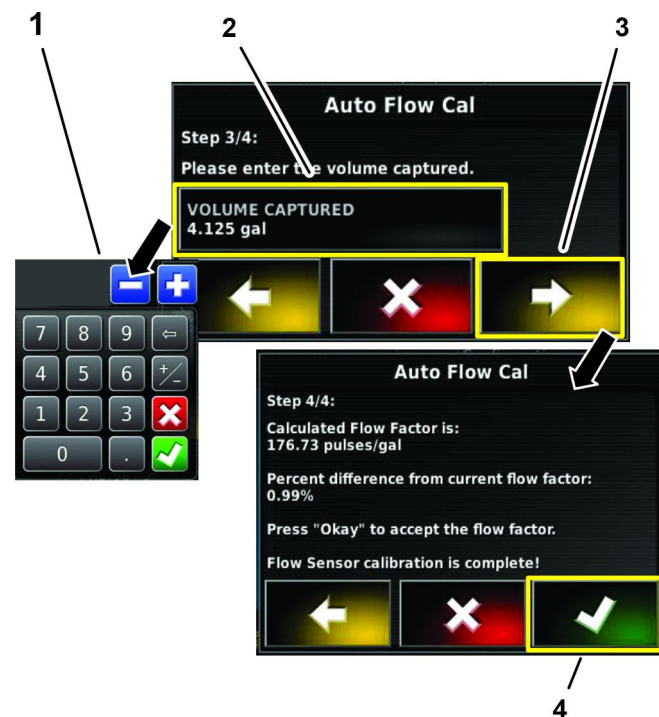

図 173
1. 自動流量キャリブレーションウィザードのステップ 3/4 で、回収水量アイコンを押し、ステップ4 60 秒間の散布量を計算する (ページ 66) で換算で求めた水量を画面内キーパッドで入力し、承認アイコンを押す 図 173。
2. ネクストアイコンを押す 図 173。
3. 自動流量キャリブレーションウィザードのステップ 4/4 で、承認ボタンを押す 図 173。